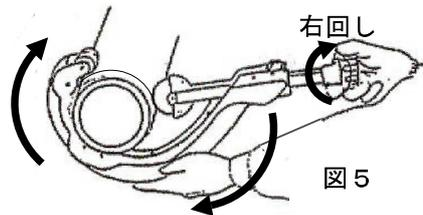

図5
- ⑥カッタを矢印の方向に回しながら、「握り」を右回しして徐々に切り込み切断して下さい。（図5）
※図5の矢印方向と逆に回転させると螺旋になります。